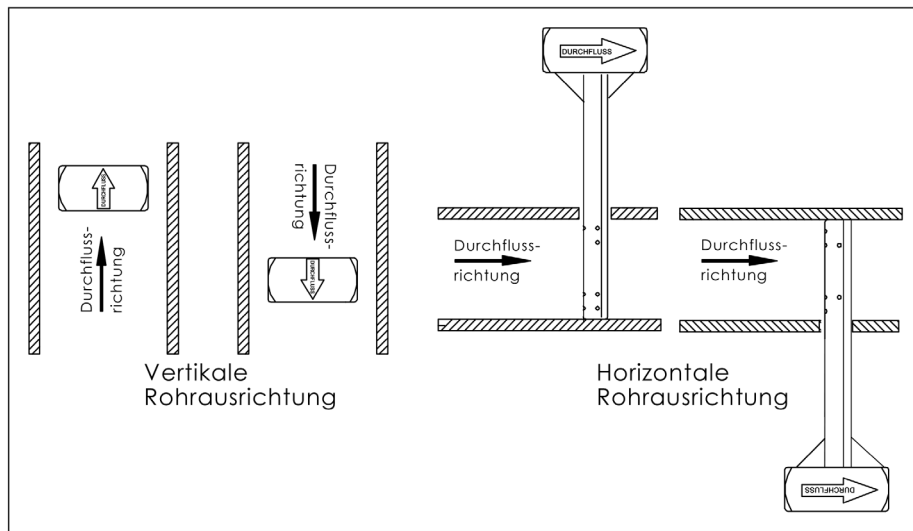

Abbildung 4. Ausrichtung des Durchflusspfeils
- Den Sensorkopf so ausrichten, dass der mit „Flow“ beschriftete Pfeil auf dem Instrumentenkopf innerhalb eines Winkels von 3 Grad zur Durchflussrichtung des Rohrs steht (Abbildung 4). Halten Sie den Kopf auch bei den übrigen Arbeitsschritten in dieser Position.
- Ziehen Sie die Überwurfmutter unter Einhaltung der Abmessung „Y“ mit 1-1/4 Umdrehungen über die handfeste Position hinaus fest. Vergewissern Sie sich, dass der mit „Flow“ beschriftete Pfeil auf dem Instrumentenkopf des Sensors innerhalb eines Winkels von 3 Grad zur Durchflussrichtung des Rohrs steht (Abbildung 4). Zum Ausrichten des Sensorkopfes kann ein Rohrschlüssel oder Rollgabelschlüssel (Engländer) verwendet werden.